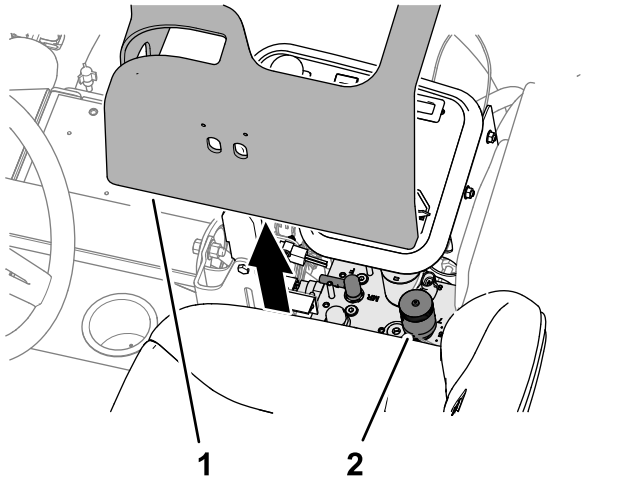

Figura 49
2. Sollevate la protezione dal braccio di comando (Figura 49).